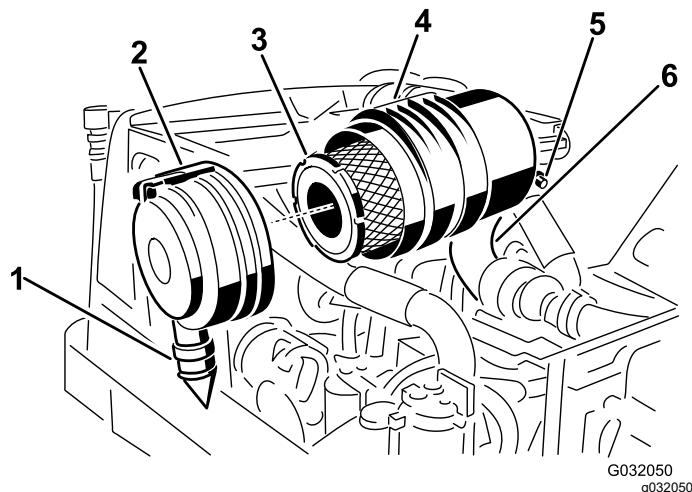

Figure 46
- Déposez le préfiltre (Figure 46).
3. Remplacez le préfiltre (Figure 46).
positions 5:00 et 7:00 heures vu de l'extrémité, puis verrouillez-le en place (Figure 46).